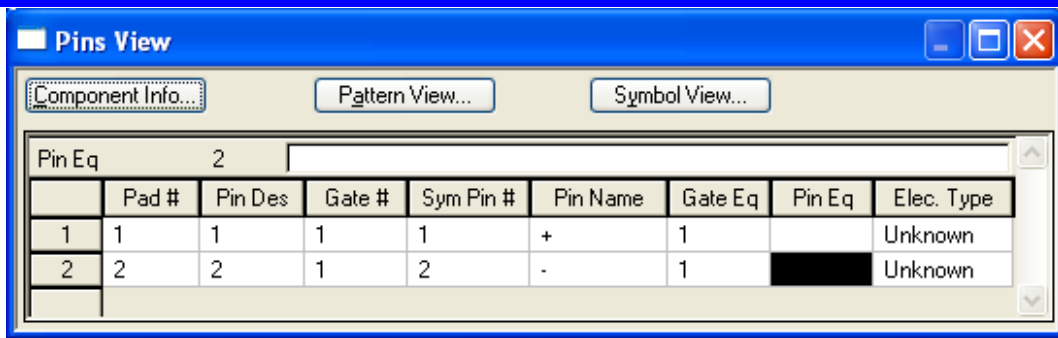

Рисунок 3.25 - Упаковочная информация диода
- Ввести упаковочную информацию согласно таблице на рис. 3.25.